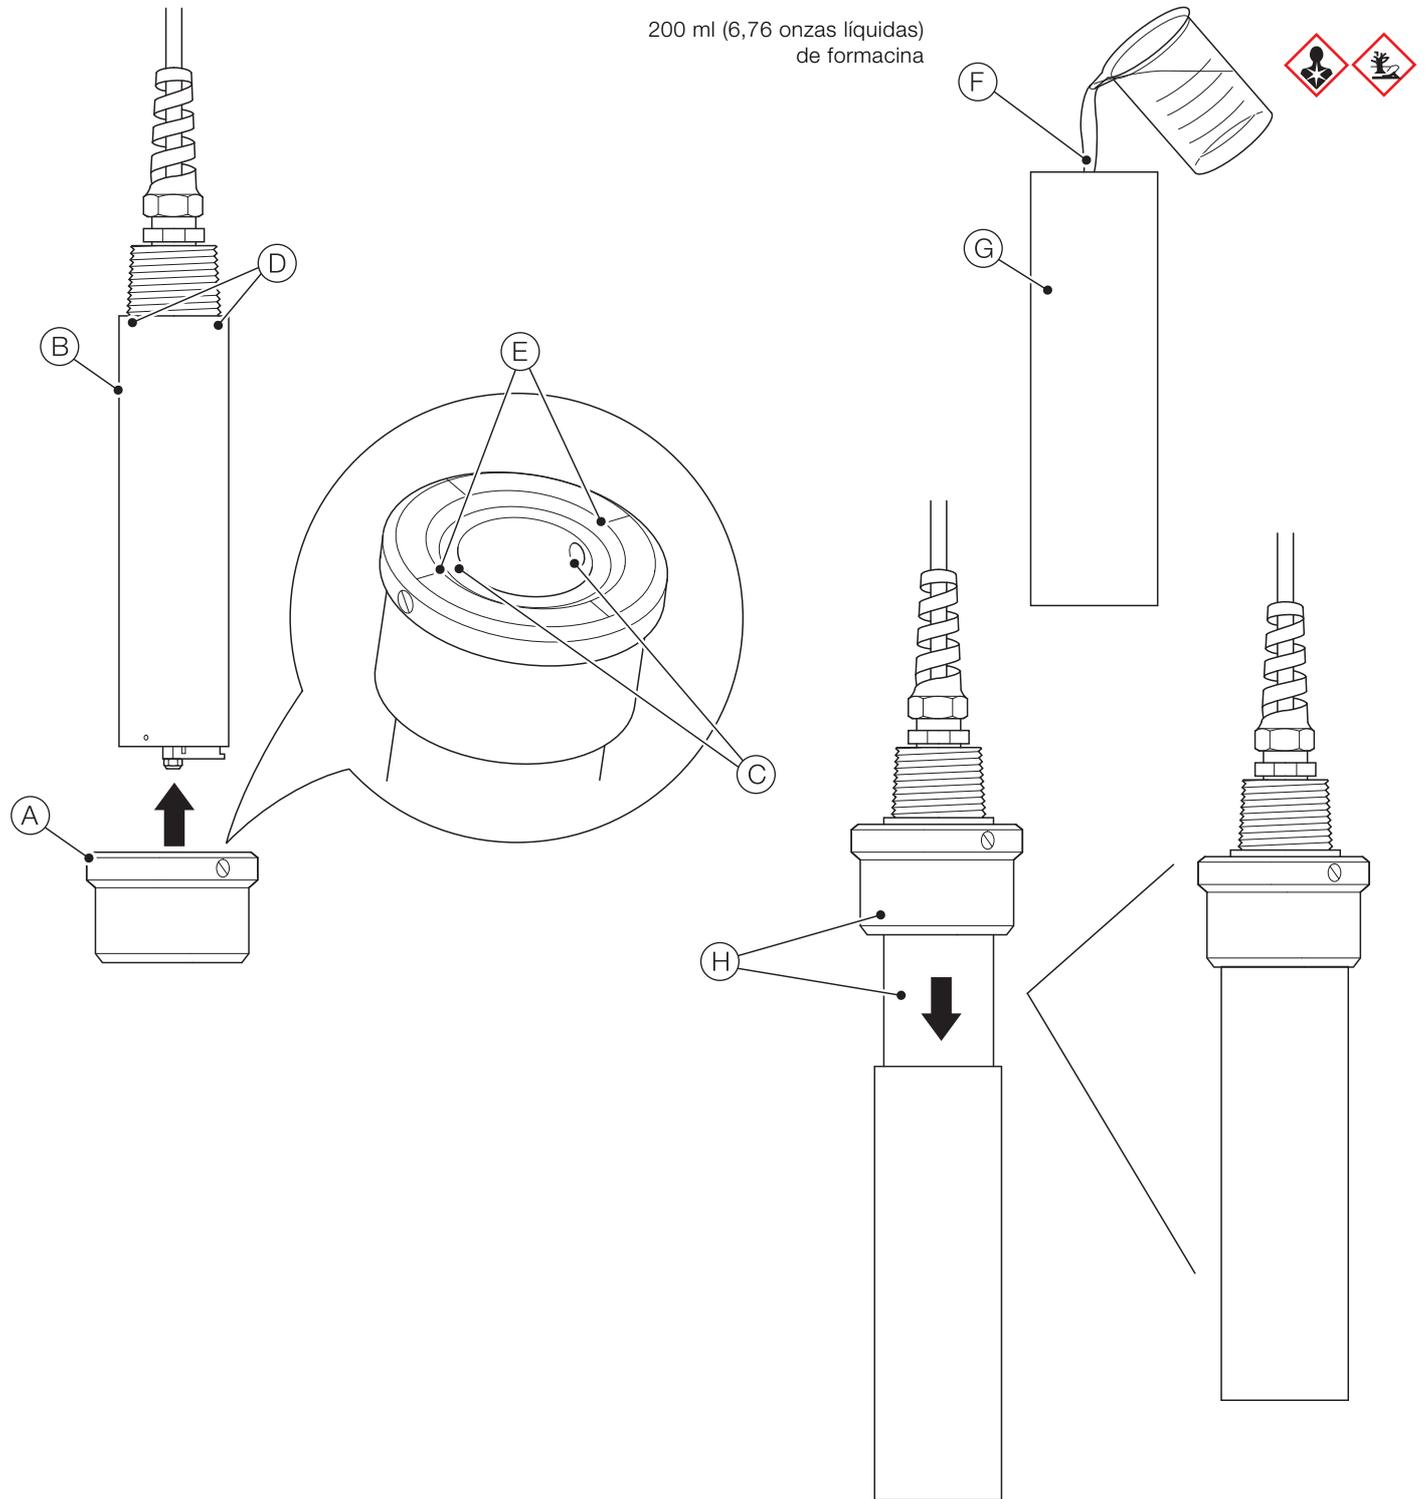

Fig. 6.2 Calibración con la cubeta de calibración opcional
- El sensor (B) (Fig. 6.2, página 14:) aparece con un cable estándar conectado. Si hay accesorios conectados (por ejemplo, una pértiga de inmersión o un adaptador tipo cadena), la calibración puede realizarse igualmente sin necesidad de desconectarlos.
En la Fig. 6.2 de la página 14: